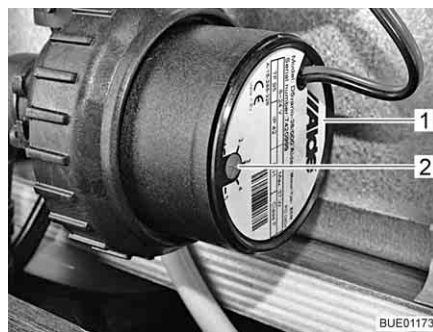

Fig. 191 Reducción de la velocidad
La velocidad de la bomba de circulación se puede ajustar con el regulador giratorio (Fig. 191,2). Con una velocidad reducida disminuyen los ruidos de rodadura de la bomba.
El regulador giratorio se encuentra en la bomba de circulación (Fig. 191,1).
- Girar el regulador giratorio (Fig. 191,2) en sentido contrario a las agujas del reloj. Se reduce la potencia.